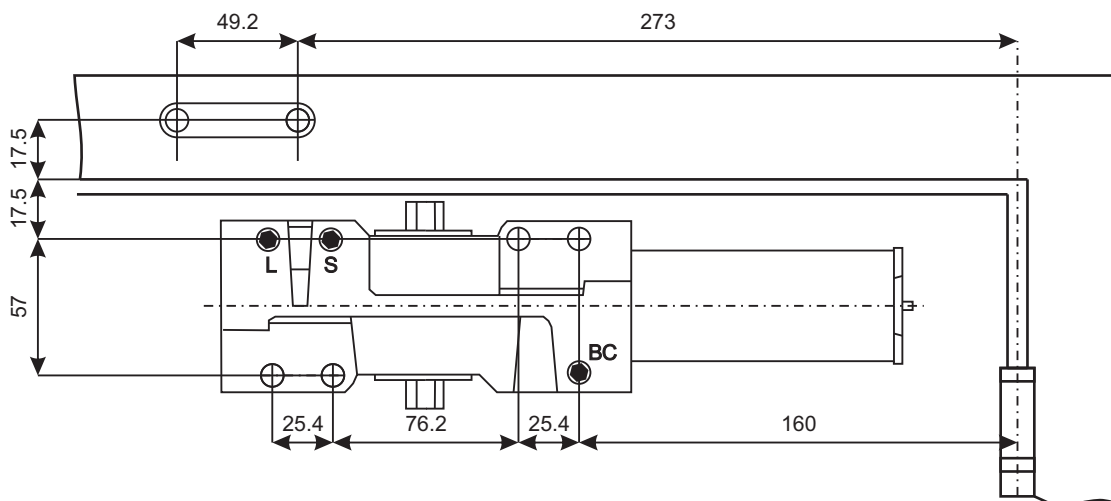

Рисунок 1.
- Используя рисунок 1 наметьте и просверлите крепежные отверстия для тела доводчика и кронштейна рычага.
- Отрегулируйте винтом «CLOSING» (рисунок 1) скорость закрытия.
- Отрегулируйте винтом «LATCH» (рисунок 1) скорость доводки в диапазоне 18° - 0° (см. раздел регулировки).
- Данная модель доводчика оснащена винтом регулировки BACK CHECK (ветровой тормоз), который ограничивает резкое распахивание или захлопывание двери на отрезке от 70° до 180° (зависит от регулировки). При необходимости отрегулируйте степень амортизации, используя винт "BC" (рисунок 1).